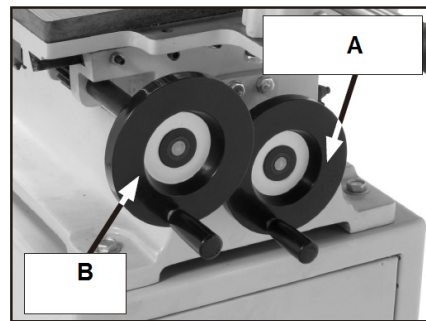

Рис. 8
1. Вращайте маховик перемещения стола вперед/назад (А, Рис. 8), чтобы сдвинуть стол к оператору или от него.
2. Вращайте маховик перемещения стола влево/вправо (В, Рис. 8), чтобы сдвинуть стол в горизонтальной плоскости влево или вправо.